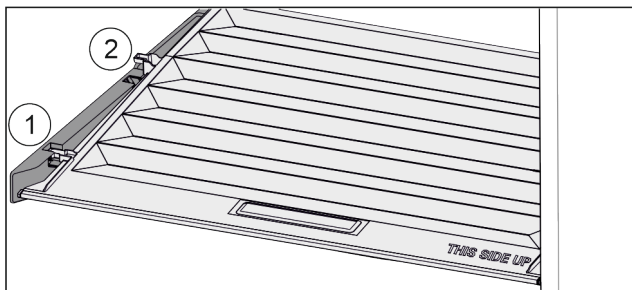

Fig. 31
- Vytáhněte víko dopředu až k otvoru v přídržných dílech Fig. 31 (1).
- Vzadu zespuďte nadzvedněte a vyjměte směrem nahoru Fig. 31 (2).